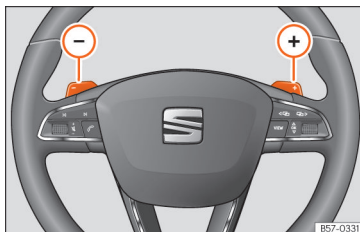

Abb. 216 Lenkrad: Hebel für Automatikgetriebe.
- Tippen Sie die Schaltwippe (+), um einen Gang hochzuschalten » **Abb. 216**.